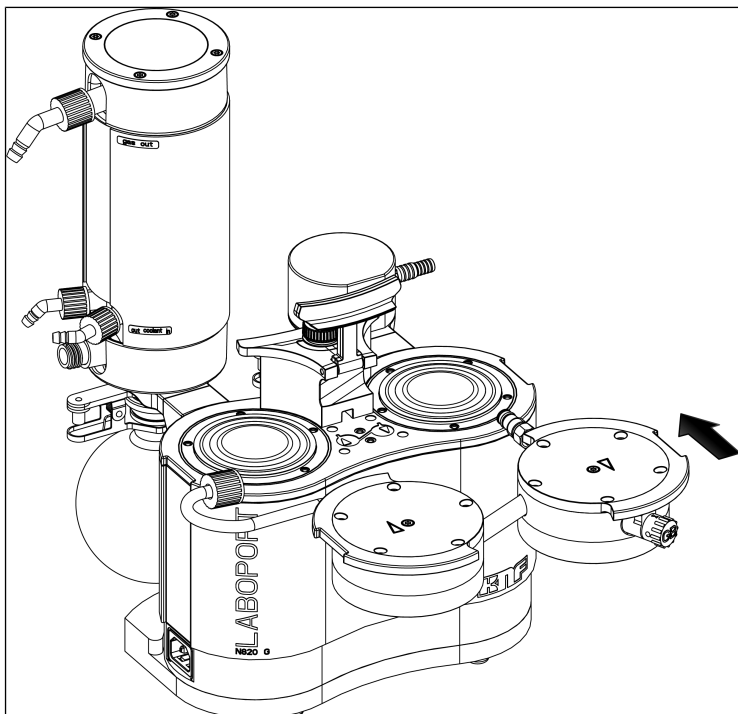

Fig.16: Montage de la tête de pompe
1. Amenez les membranes (7) dans la position centrale.
2. Pressez le bord des deux membranes (7) sur tout le pourtour.
3. Placez le couvercle (3) conformément à la goupille d'ajustage (5) sur la plaque intermédiaire (6).
4. Placez la plaque supérieure (2) conformément au trait de crayon sur le couvercle (3).
5. Serrez la vis intérieure de la tête (1) au milieu de la plaque de pression (couple de serrage : 1 Nm).
7. Positionnez les deux têtes de pompe (composées du couvercle (3), de la plaque intermédiaire (6) avec plaques soupapes/joints (4) et de la plaque supérieure (2)) avec le tuyau de raccordement sur le corps de pompe en fonction du trait de crayon (voir Fig. 16).
- i** Ce faisant, veillez à ce que le raccord de tuyaux (11) soit introduit droit dans le raccord du piège à liquide.
8. Vissez la vis chapeau du raccord de tuyaux (11) de 1 à 2 tours à la main.